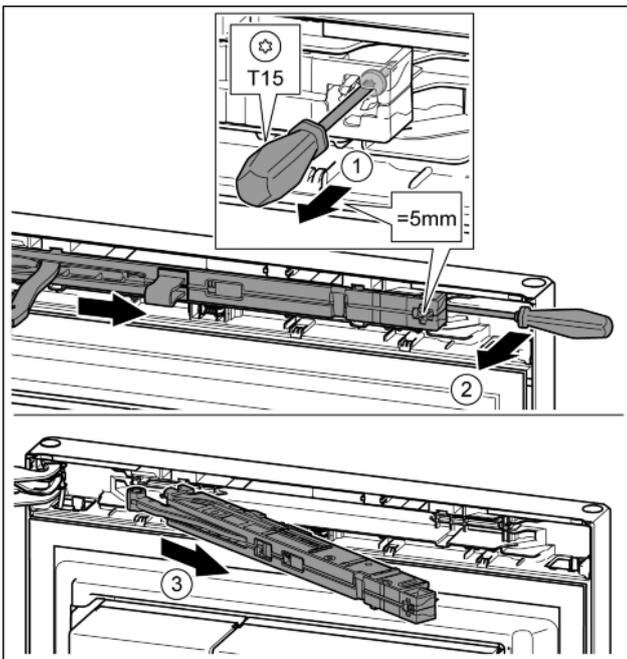

Fig. 13
- Schraube an Schließdämpfereinheit mit Schraubendreher T15 ca. 5 mm lösen. Fig. 13 (1)
- Mit einem Schraubendreher griffseitig hinter die Schließdämpfereinheit fahren und nach vorne drehen. Fig. 13 (2)
- Schließdämpfereinheit herausziehen. Fig. 13 (3)